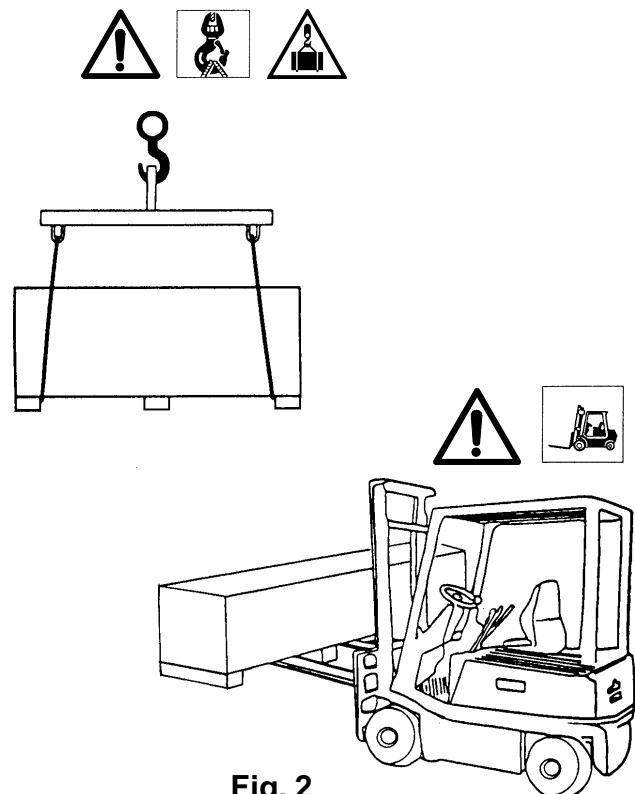

Fig. 2
- Le operazioni di sollevamento debbono essere eseguite come da **Fig. 2**.
- Sollevare con cautela adoperando adeguati mezzi di sostegno del carico in perfetta efficienza. Utilizzando gli appositi punti di aggancio come indicato in **Fig. 2**.
- Lifting must be done as shown in **Fig. 2**.
- Lift with care, using suitable means of load support in perfect working order. Make use of the hook points as shown in **Fig. 2**.
- Beim Anheben gemäß **Abb.2** vorgehen.
- Vorsichtig anheben, die Last ordnungsgemäß mit geeigneten sich in einwandfreiem Zustand befindenden Hilfsmitteln stützen. Dabei die auf **Abb. 2** angegebenen Anschlagstellen berücksichtigen.
- Les opérations de levage doivent être réalisées comme indiqué à la **Fig. 2**.
- Soulever avec précaution: se servir de moyens indiqués pour le support de la charge et parfaitement efficaces, et se servir des points d'attelage comme indiqué à la **Fig. 2**.
- Las maniobras de elevación tienen que realizarse como aparece en la **Fig. 2**.
- elevar con cuidado, utilizando medios de soporte de la carga adecuados, en perfecto estado, y los correspondientes puntos de enganche como indica la **Fig. 2**.